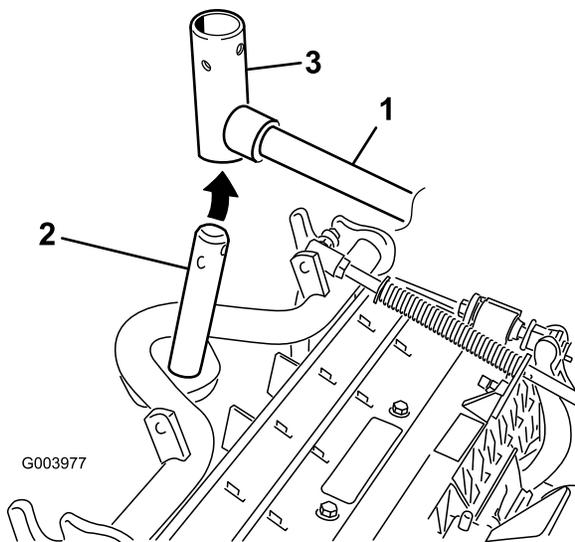

Figura 9
8. En el caso de las unidades de corte delanteras, deslice una unidad de corte debajo del brazo de elevación mientras coloca el eje del bastidor de tiro en la horquilla de pivote del brazo de elevación (Figura 9).
- B. Introduzca la horquilla del brazo de elevación en el eje del bastidor de tiro (Figura 9).